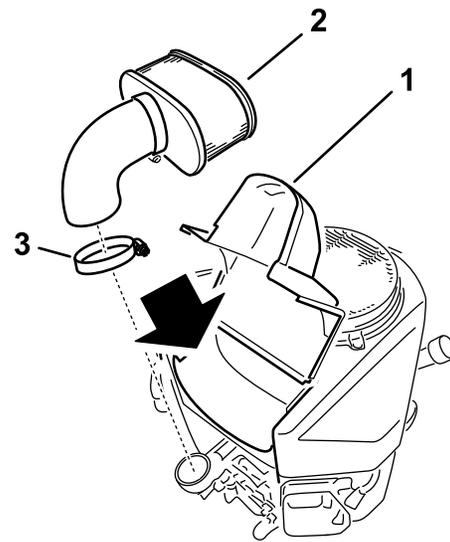

Figura 31
4. Afloje la abrazadera y retire el elemento de papel (Figura 31).